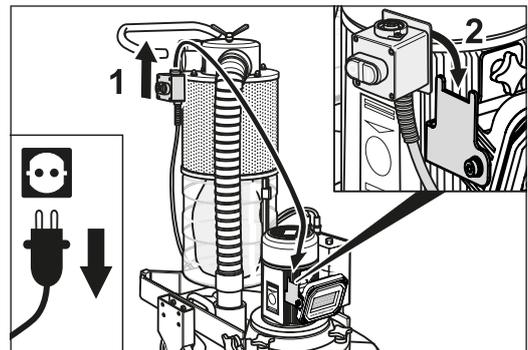

Fig. 44 Cuelgue el interruptor CO./DESCO. en el soporte para lámpara.
- 6 Descuelgue el interruptor CO./DESCO. del chasis y cuélguelo en el soporte para lámpara (Fig. 44).